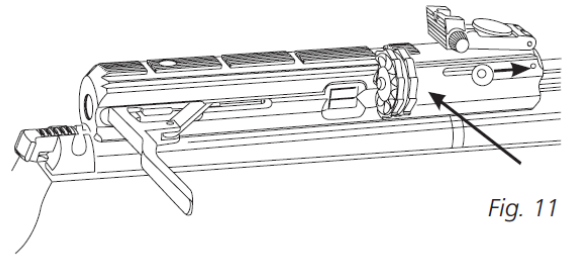

Fig. 11
- Placer det fyldte magasin i magasinhuset og lås magasinet ved at trække frigivelsesbolten, som er fjederbelastet, nedad og føre den tilbage og på plads. (Fig.11). Hvis det er nødvendigt, roteres magasinet mod uret, indtil dens bevægelse fastholdes af magasinets stop.